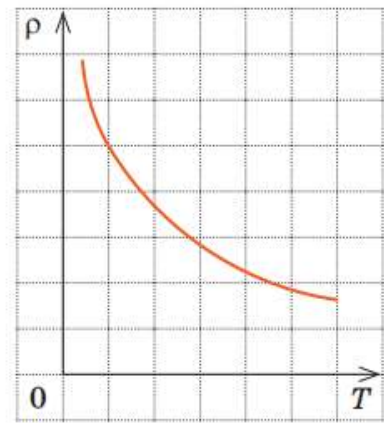

Рис. 9.2. Графік залежності питомого опору ρ напівпровідників від температури T
- 1) на відміну від металевих провідників *питомий опір напівпровідників зазвичай зменшується з підвищенням температури (рис. 9.2);*